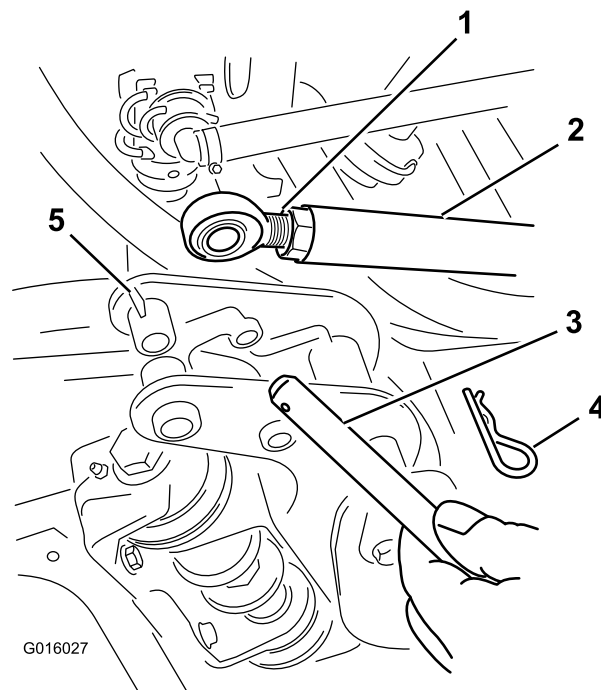

Figura 4
2. En cada brazo, retire la chaveta y retire el pasador de la varilla para desconectar la varilla del alojamiento del pasador de giro del brazo (Figura 4).